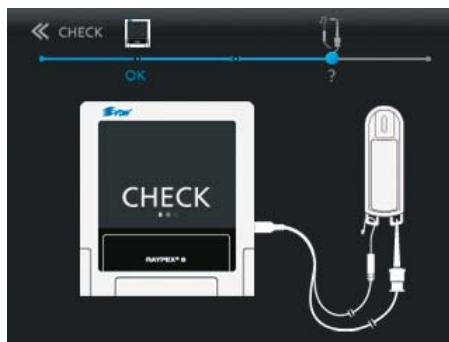

Fig. 33 Connexion de la pince instrument et du clip labial au testeur
- Connectez la pince instrumentale et le clip labial (ou bien les deux pinces instrumentale) aux contacteurs métalliques du testeur (Fig. 33).